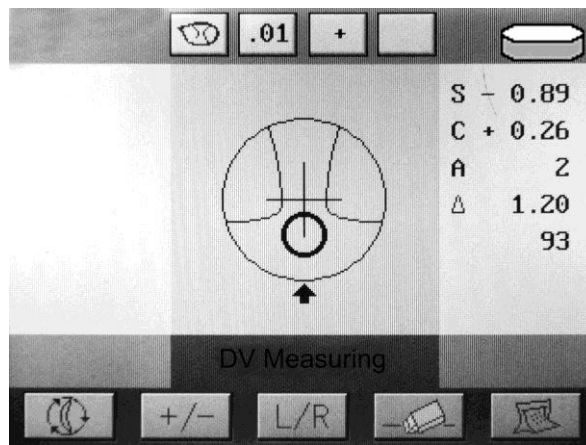

fig.22
2. Если прибор в режиме авто, подождите 3 сек, режим автоматически переключится на прогрессивный. (рис.22)